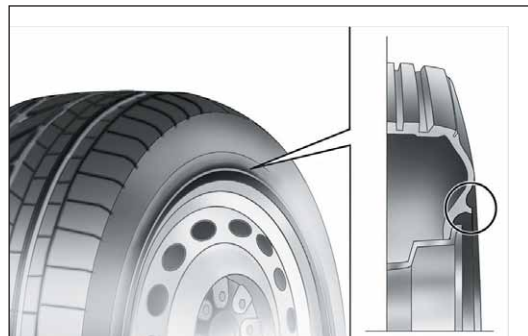

fig. 5
## PNEUS RIM PROTECTOR fig. 5
*En cas d'utilisation d'enjoliveurs intégraux fixés (au moyen d'un ressort) à la jante en tôle et de pneus non de série (après-vente) équipés de rim protector (voir fig. 5), NE PAS monter les enjoliveurs. L'utilisation de pneus et d'enjoliveurs inappropriés pourrait provoquer une baisse imprévue de pression du pneu.*